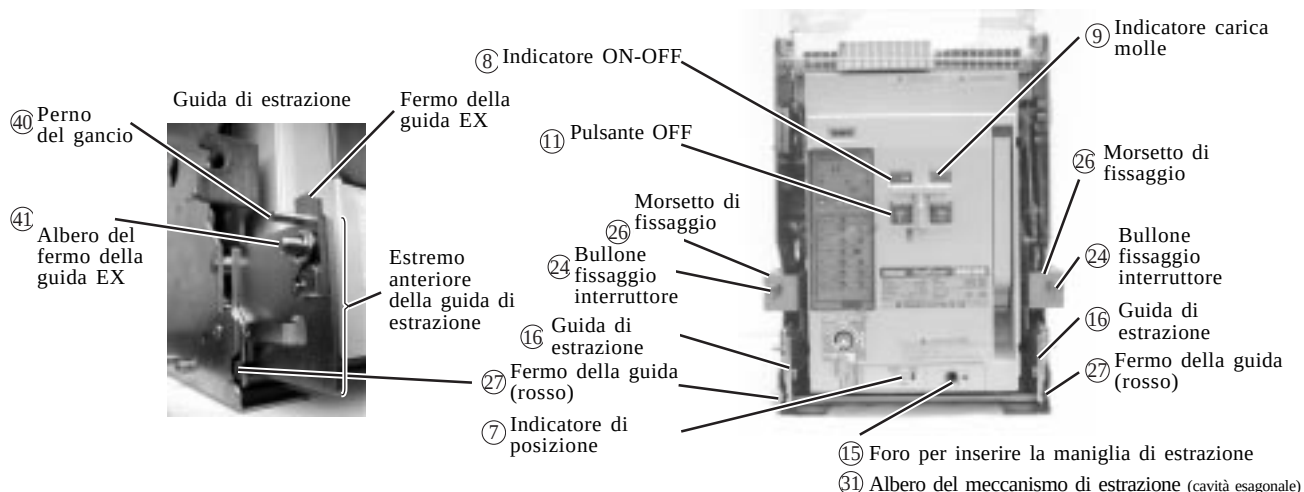

Fig. 13 Parti coinvolte nell'inserimento
- 1) Prima di inserire l'interruttore nel telaio, assicurarsi che il segnalatore carica molle (Fig. 13 ⑨) indichi “DISCHARGED”, il segnalatore ON-OFF (Fig. 13 ⑧) indichi “OFF” e il segnalatore di posizione (Fig. 13 ⑦) indichi “ISOLATED”.
- 2) Assicurarsi che le guide di estrazione (Fig. 13 ⑮) siano bloccate dai rispettivi fermi.
- 5) Sbloccare i fermi delle guide (Fig. 13 ⑳) spingendoli verso l'esterno del telaio, spingere le estremità anteriori delle guide di estrazione (Fig. 13) finché l'interruttore sarà bloccato.
ATTENZIONE	Non toccare i perni dei ganci o gli alberi dei fermi delle guide EX (Fig. 13) quando si spingono le guide di estrazione nel telaio. In caso contrario, le dita potrebbero rimanere schiacciate tra i perni e il telaio, provocando gravi lesioni.
Quando si esegue la manutenzione o l'ispezione dell'interruttore aperto mentre l'interruttore è in posizione ISOLATED, assicurarsi che il segnalatore carica molle (Fig. 13 ⑨) indichi “DISCHARGED” e il segnalatore ON-OFF (Fig. 13 ⑧) indichi “OFF”.
- 1) Assicurarsi che il segnalatore ON-OFF (Fig. 13 ⑧) indichi "OFF". (Se indica "ON" la maniglia di estrazione non può essere inserita nel foro di inserzione.)
- 2) Innestare la maniglia di estrazione all'albero del meccanismo di estrazione (cavità esagonale) (Fig. 13 ③①) e ruotare la maniglia in senso orario.
Quando l'interruttore raggiunge la posizione TEST, il segnalatore di posizione (Fig. 13 ⑦) indicherà "TEST".
- 1) Assicurarsi che il segnalatore ON-OFF (Fig. 13 ⑧) indichi "OFF".
La maniglia di estrazione non può essere inserita nell'albero del meccanismo di estrazione (Fig. 13 ③①) fino a quando il segnalatore non indica "OFF".
- 2) Innestare la maniglia di estrazione all'albero del meccanismo di estrazione (cavità esagonale) (Fig. 13 ③①) e ruotarla in senso orario.
- 3) Nel caso in cui l'interruttore sia dotato di bulloni fissaggio interruttore (Fig. 13 ②④), serrare con forza i bulloni su entrambi i lati utilizzando la chiave esagonale che fa parte della maniglia di estrazione.